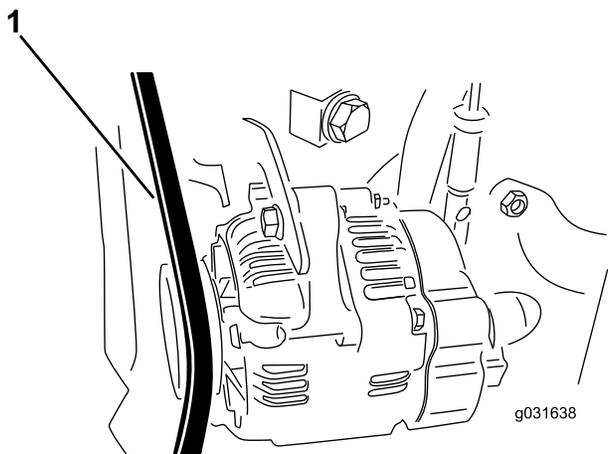

Рисунок 76
4. Приложите усилие 30 Н к ремню генератора в точке посередине между шкивами (Рисунок 76).